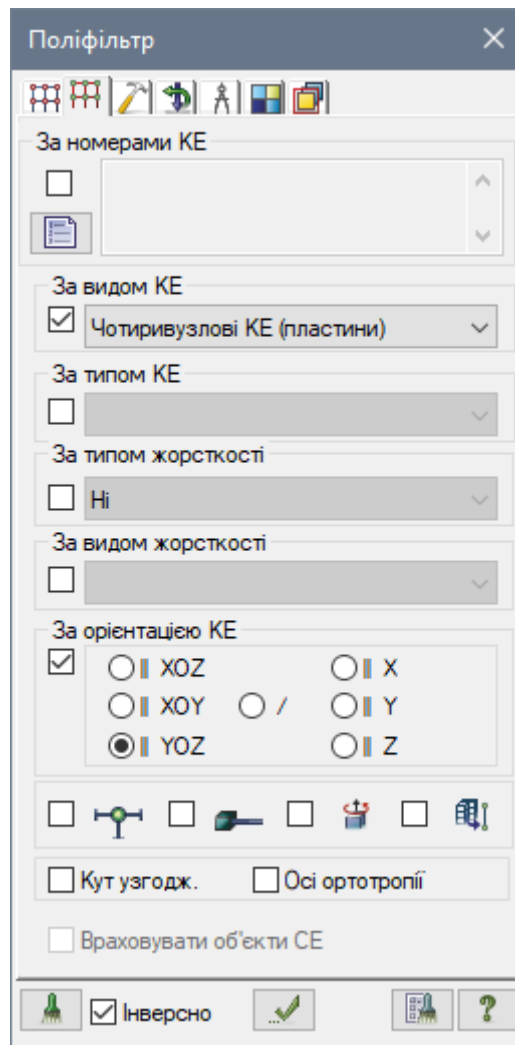

Рис. 4.16. Діалогове вікно ПоліФільтр
- У цьому вікні перейдіть на другу закладку **Фільтр для елементів** (рис. 4.16).